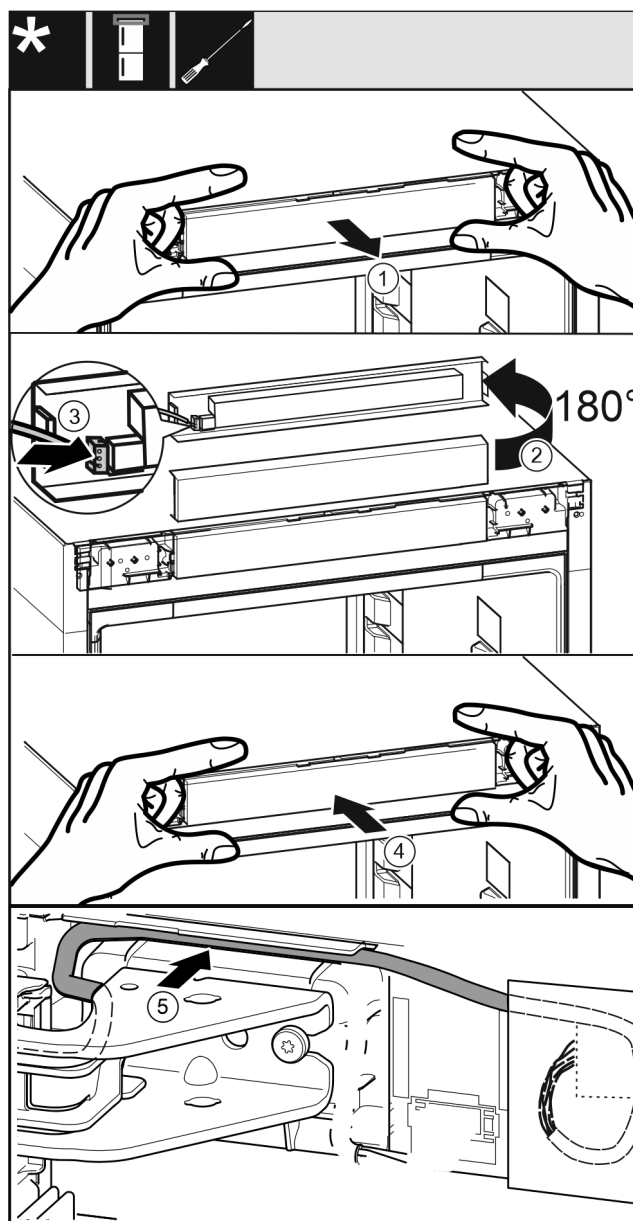

Fig. 44
- Opatrně vyjměte panel Fig. 44 (1).
- Panel Fig. 44 (2) otočte nahoru o 180°.
- Zástrčka Fig. 44 (3) zacvakne do panelu.
- Nasadte panel Fig. 44 (4) zpět na spotřebič.
- Kabel Fig. 44 (5) opatrně položte ve vedení nad horním stojanem ložiska.